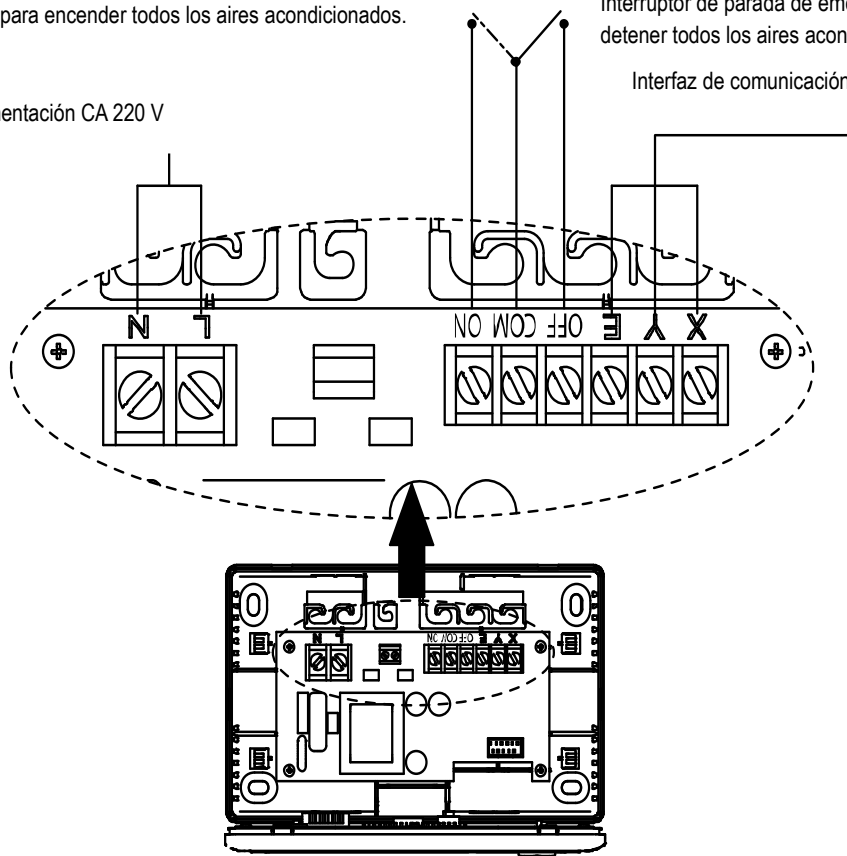

Fig.5
La figura muestra el procedimiento de instalación. La Fig. 5 corresponde a KCC-64 I-PS (A), UL-KCC-64 I-PS (A)/E y KCC-64 I-PS/E (H)-A